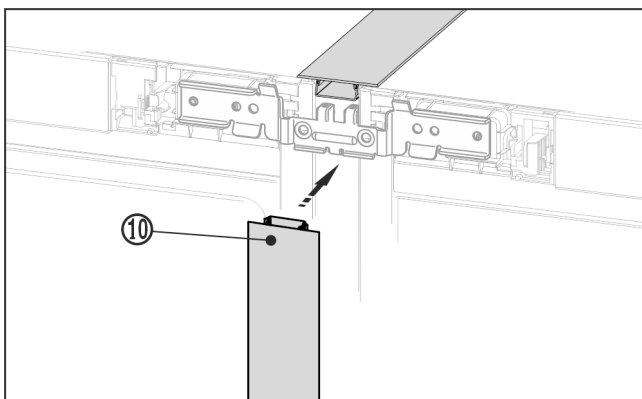

Fig. 23
- Trykk den lange dekklisten Fig. 23 (10) inn i den lodrette spalten på fremsiden. Pass på at listen står ned på forbindelsesplaten.